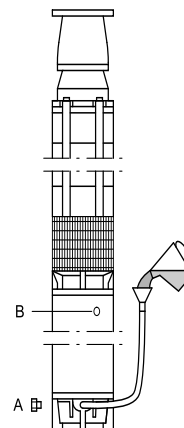

Fig. 4
1. Placér dykpumpen som vist på fig. 4.
2. Demontér skruen (A) i påfyldningshullet og montér studsens med rør og tragt, som leveres med motoren.
3. Demontér udluftningsskruen (B), så eventuel luft i motoren kan slippe ud.
5. Stop påfyldningen. Montér skruen (B) i udluftningsstudsens og aftag rør og tragt. Montér skruen (A) i påfyldningshullet.